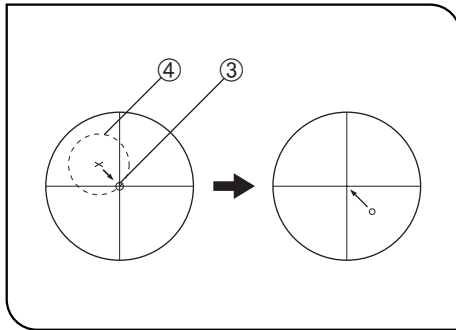

Abb. 28
10. Zentrieren des Drehtisches (Abb. 28 & 29)